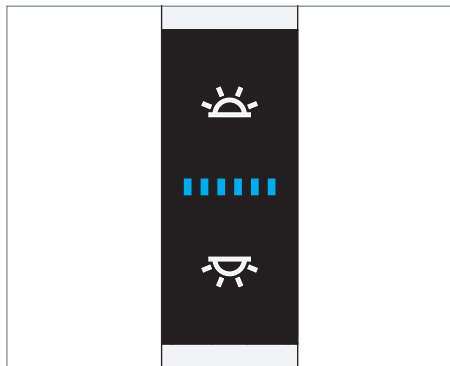

Fig. 13: Elemento di comando.
- Premere il tasto superiore, vedi Fig. 13.
- Premere il tasto inferiore, vedi Fig. 13.
- Premere il tasto superiore e tenerlo premuto, vedi Fig. 13.
- Premere il tasto inferiore e tenerlo premuto, vedi Fig. 13.